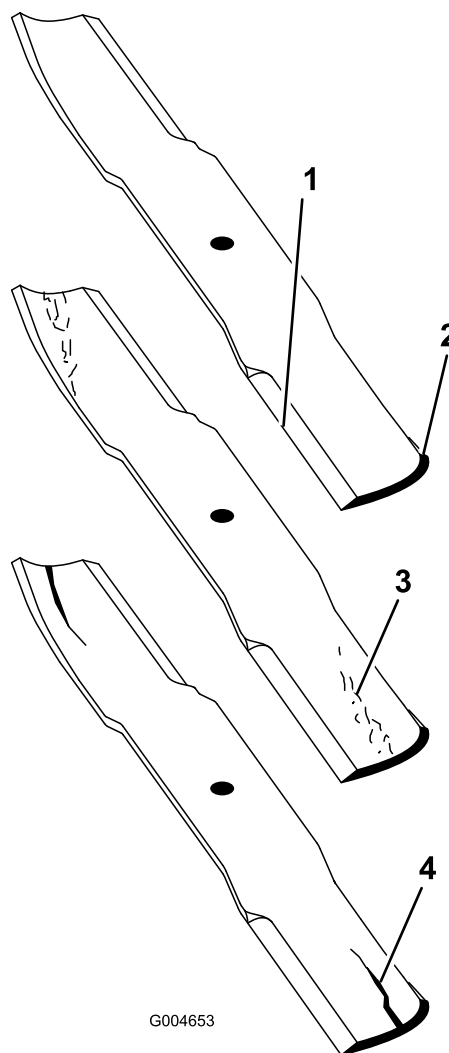

Figura 26
- Examinai cu atenie capetele de tăiere ale lamei, în special acolo unde se întâlnesc pările plate i curbate ale lamei (Figura 26).
Notă: Deoarece nisipul i materialele abrazive pot îndepărta metalul care unete partea plată cu cea curbată a lamei, verificai lama înainte de a utiliza maina de tuns iarba. Dacă observai urme de uzură (Figura 26), înlocuii lama.